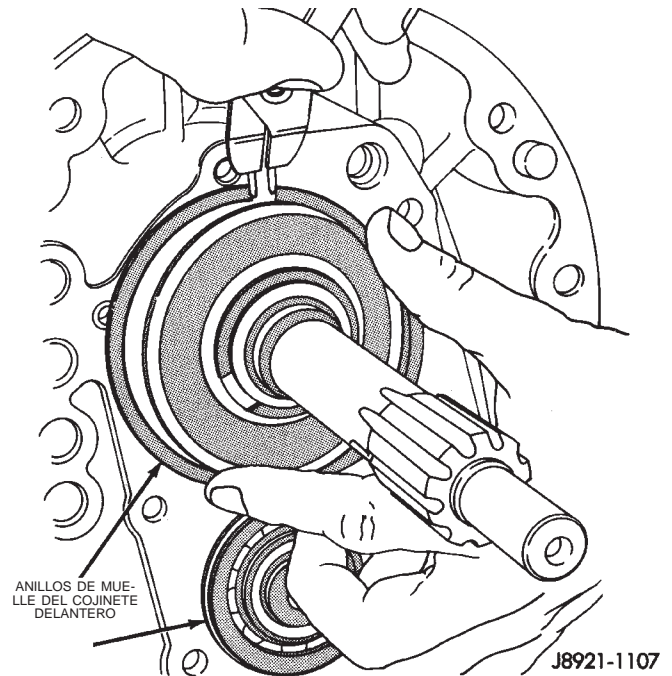
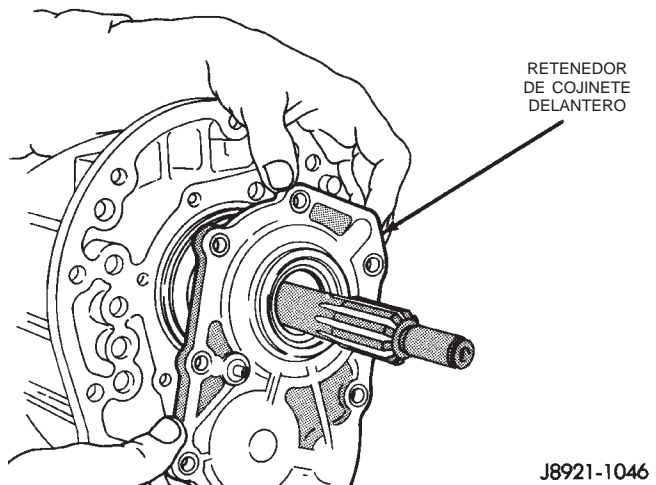

Fig. 38 Instalación de anillos de muelle del cojinete delantero
Fig. 39 Instalación del retenedor de cojinete delantero
(4) Instale anillos de muelle nuevos en el cojinete delantero (Fig. 38).
(5) Aplique un reborde de 3 mm (1/8 pulg.) de ancho de Threebond® Liquid Gasket TB1281, N/P 83504038, a la superficie de sellado del retenedor de cojinete delantero.
(6) Instale el retenedor de cojinete delantero (Fig. 39) y apriete los pernos con una torsión de 17 N·m (12 lbs. pie).
(7) En las transmisiones de 4x2: